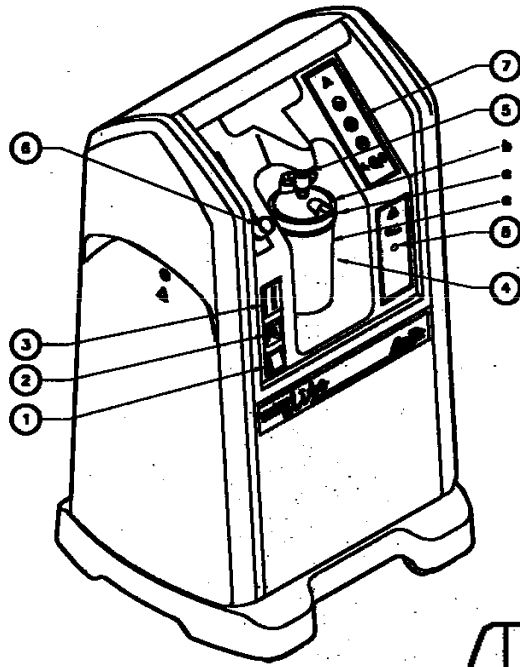

Fig. I.1
I. 1. Apparatens framsida (Fig. I. 1)	2-SV
I. 1. Apparaterns framsida (fig. I. 1)